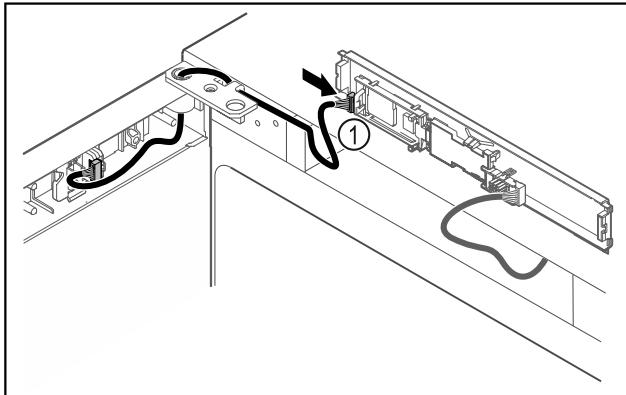

Fig. 48
- Stecker Fig. 48 (1) an Platine anstecken.